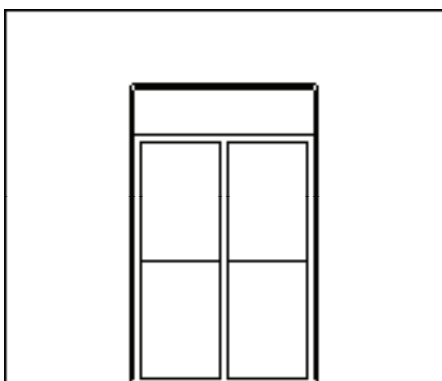

图 11-46 打开素标
1) 按〈Ctrl+O〉组合键,打开配套光盘提供的“第 11 章/11.3.4 立面阳台.dwg”素材文件,结果如图 11-46 所示。